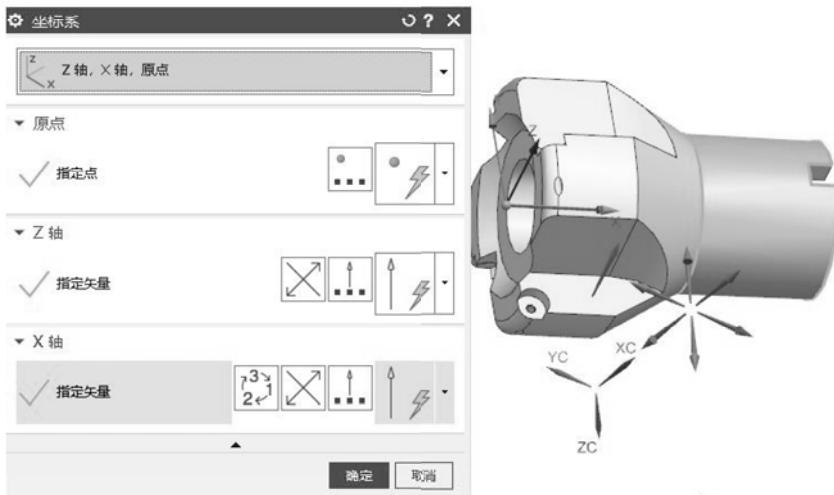

图 3-6 坐标系参数设置
(2) 定义一个坐标系作为起始坐标系。选取零件的左侧圆心点作为坐标系原点，选取一个面的法向作为Z轴方向，选取零件的轴线作为X轴方向，具体设置如图 3-6 所示。